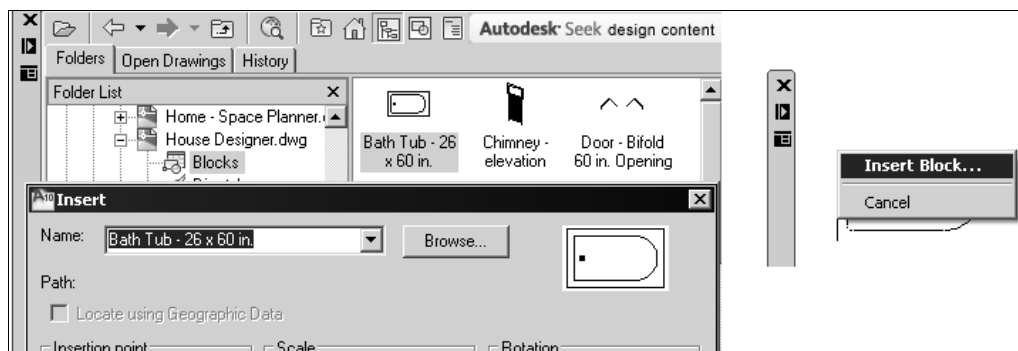

Рис. 16.7. Вставка блока с помощью центра управления **DesignCenter**
5. Для вызова диалогового окна **Insert** (Вставка блока) два раза щелкните левой кнопкой мыши по пиктограмме блока в правом поле центра управления (рис. 16.7, слева) или, удерживая правую кнопку мыши, перетащите блок в текущий чертеж, а затем отпустите ее. Выберите затем в появившемся контекстном меню строку **Insert Block** (Вставить блок) (рис. 16.7, справа).